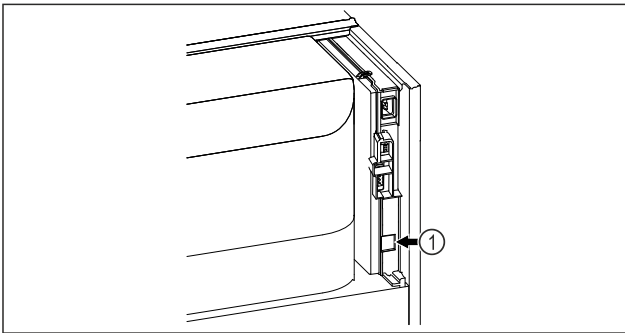

Fig. 97
- SmartModule Fig. 97 (1) встановлено.